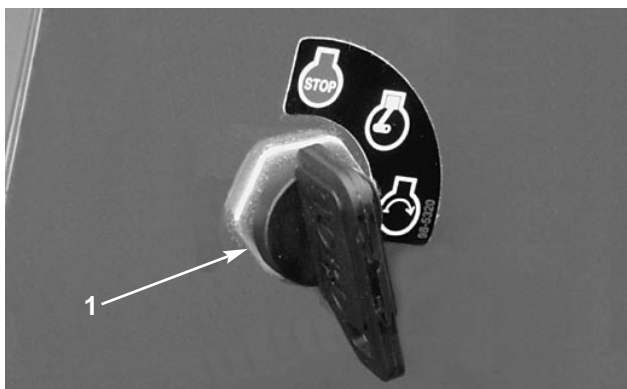

Figure 9
**Commutateur d'allumage** (Fig. 9)—Le commutateur d'allumage, qui sert au démarrage et à l'arrêt du moteur, a trois positions : OFF (Contact coupé), ON (Contact établi) et START (Démarrage). Tourner la clé dans le sens des aiguilles d'une montre à la position START pour engager le démarreur. Relâcher la clé lorsque le moteur démarre. La clé revient automatiquement à la position ON. Pour couper le moteur, tourner la clé dans le sens contraire des aiguilles d'une montre jusqu'à la position OFF.